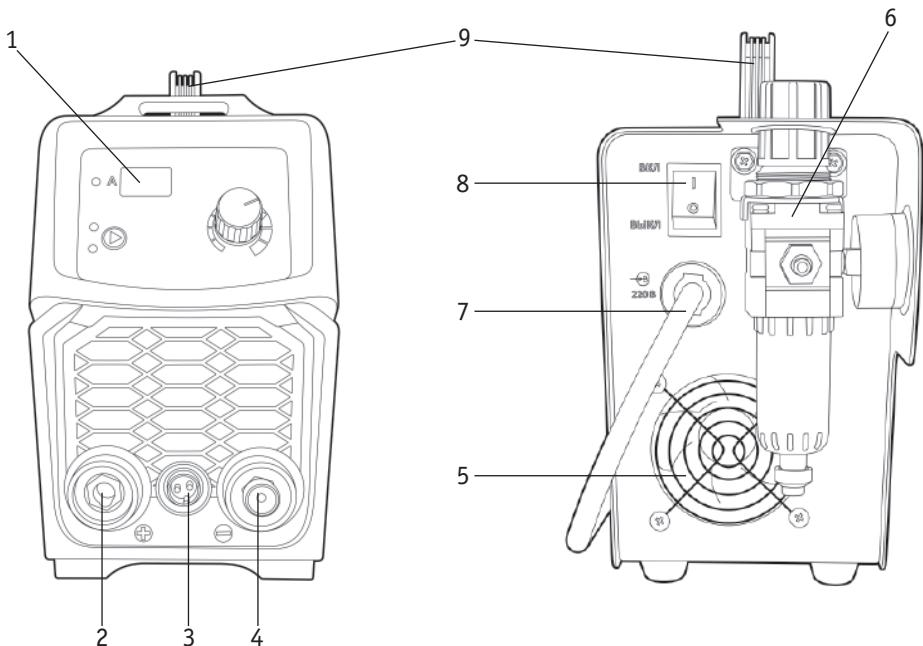

Рис. 6.1. Вид спереди и сзади.
3. Подключите силовой вход плазмотрона к разъёму аппарата на передней панели (См. рис. 6.1, пункт 6), убедитесь в плотной фиксации соединения.
4. Подключите разъем управления плазмотроном к разъёму аппарата на передней панели (См. рис. 6.1, пункт 5).